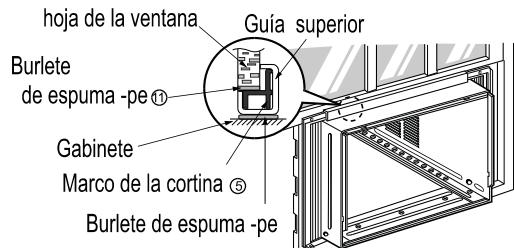

Fig. 2
2. Tire la hoja inferior de la ventana detrás de la guía superior hasta que se encuentren. Fig. 2